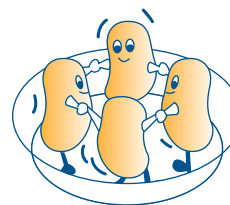

fig. 9
- 4) Indien meerdere porties van hetzelfde voedsel bereid worden, bijvoorbeeld gekookte aardappelen, **dient men deze in een kring** te leggen in een ovenschaal teneinde een gelijkmatige garing te verkrijgen (fig. 9).